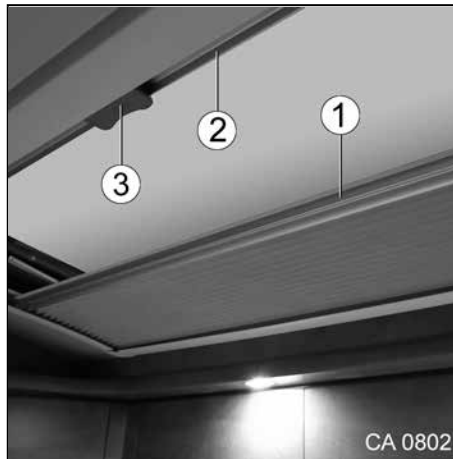

Fig. 49 Stores au niveau du lanterneau Skyroof
- Déplacer le store occultant (Fig. 49, Pos. 1) ou le store moustiquaire (Fig. 49, Pos. 2) en le tenant aux poignées. Attacher ensemble les deux stores avec la poignée (Fig. 49, Pos. 3).
- Pour les détacher, incliner la poignée (Fig. 49, Pos. 3) et détacher la moustiquaire (Fig. 49, Pos. 2) de l'écran occultant (Fig. 49, Pos. 1).